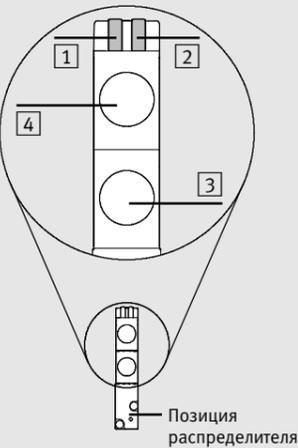

Рис. 4: Вариант V2, V3, V4, V5, V6, V7, V12
- На рис. 4 показано распределение светодиодов по катушкам: